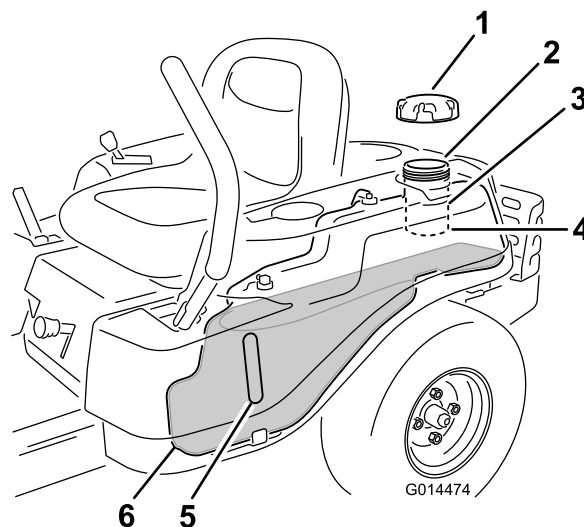

Figura 10
Nota: Puede utilizar la mirilla de combustible para verificar la presencia de gasolina antes de llenar el depósito (Figura 10).
2. **Añada gasolina sin plomo** lentamente hasta que el combustible llegue a la base del cuello de llenado (Figura 10).